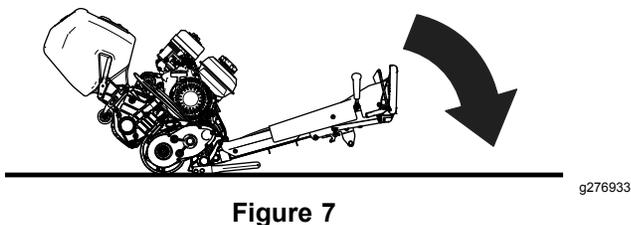

Figure 7
2. Accédez à l'unité de coupe en abaissant le guidon de la machine au sol (Figure 7).